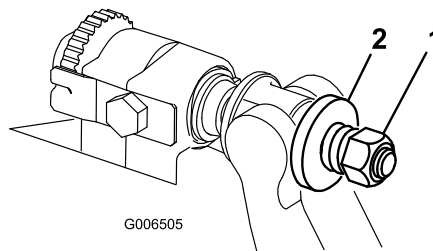

Figura 22
3. Apriete la tuerca de tensado del muelle hasta que el muelle esté comprimido del todo, luego aflojela 1/2 vuelta (Figura 22).